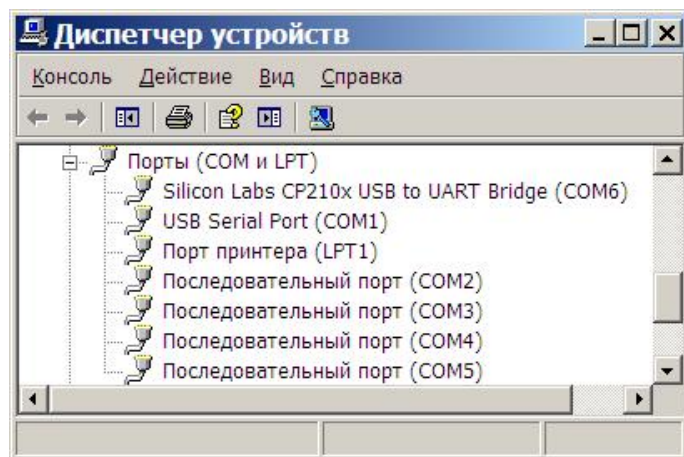

Рисунок 5.6 – Окно «Диспетчер устройств»
5.3.6.8 Открыть окно «Диспетчер устройств». Проверить наличие в разделе «Порты (COM и LPT)» нового порта «Silicon Labs CP210x USB to UART Bridge (COM...)» (см. рисунок 5.6). Далее в программе для программирования использовать номер установленного COM-порта.